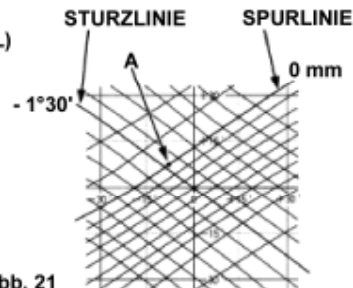

Abb. 21
4. Die Werte der Nachstellexzenterwinkel anhand des Diagramms in die Sturzwinkel und Spurwerte übersetzen (z. B. den Sturzwinkel der Sturzlinie lesen, die von links oben nach rechts unten durch den Punkt A oder am nächsten daran vorbei verläuft und den Spurwert der Spurlinie lesen, die von links unten nach rechts oben durch den Punkt A verläuft.) (Abb. 21).